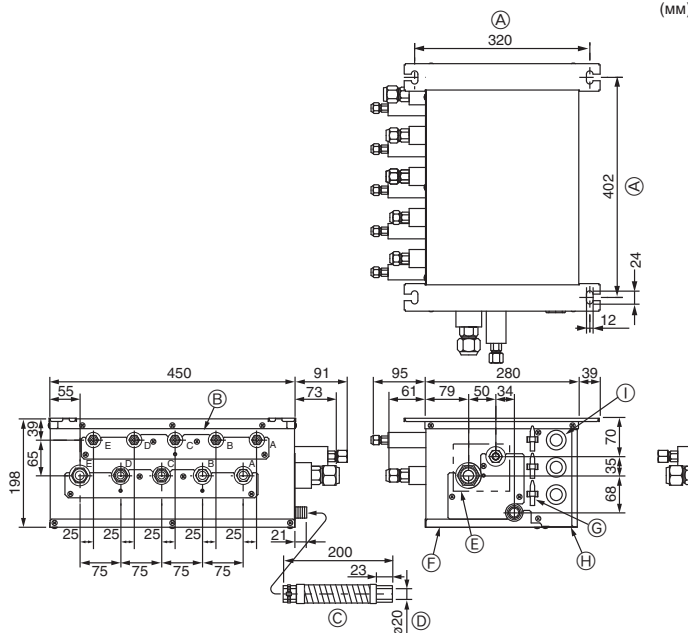

Fig. 4-2
■ PAC-AK50BC (Fig. 4-2)
- Установите подвесные болты (приобретаются на месте), соблюдая указанный шаг (Fig. 4-2, 4-3).